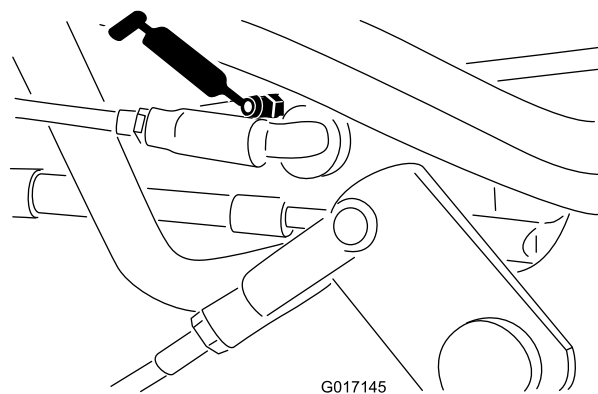

**Figura 44**
- Cilindros de elevación (3) (Figura 44)